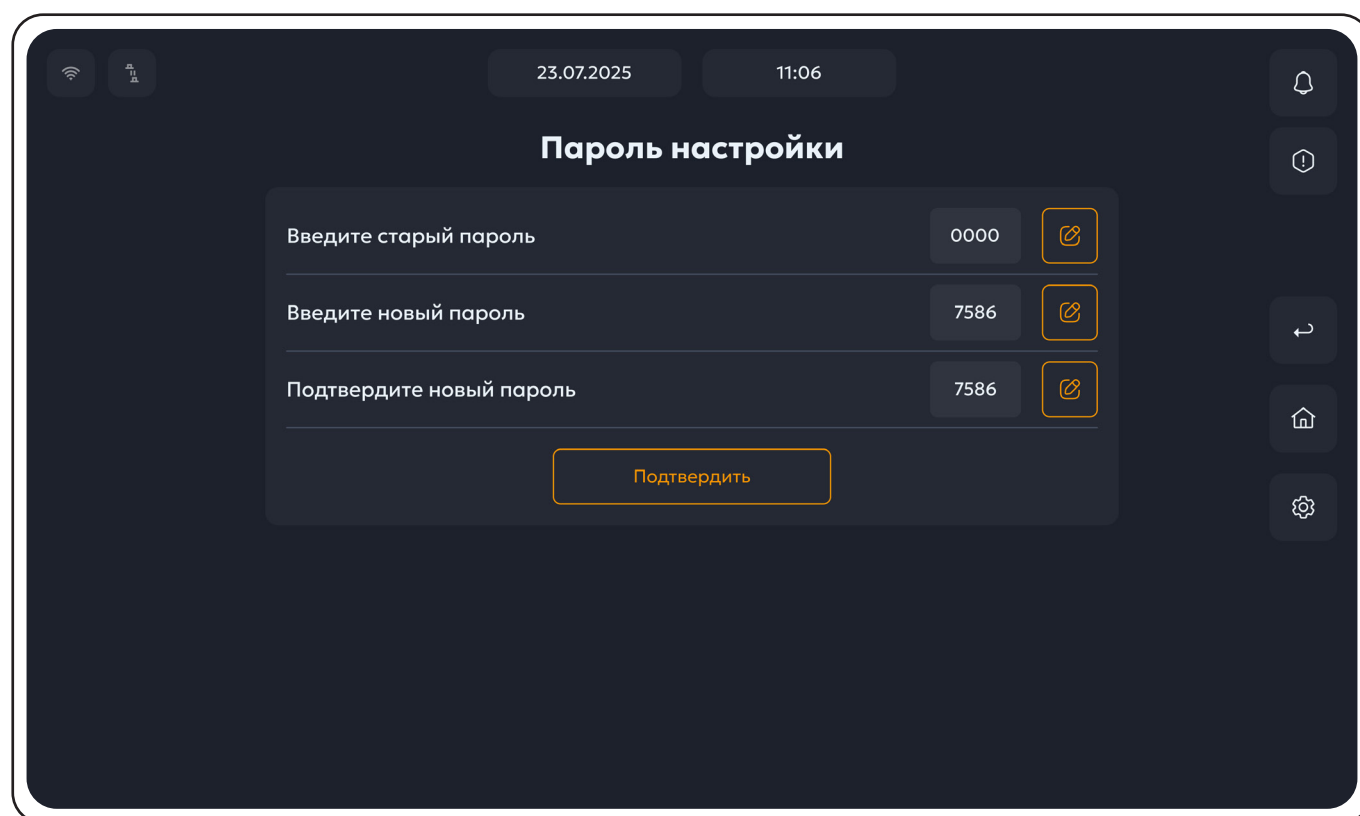

Рисунок 58. Меню пункта **Пароль настройки**.
2. Выбрать пункт **Пароль настройки**, после чего откроется следующее меню (рис.58):